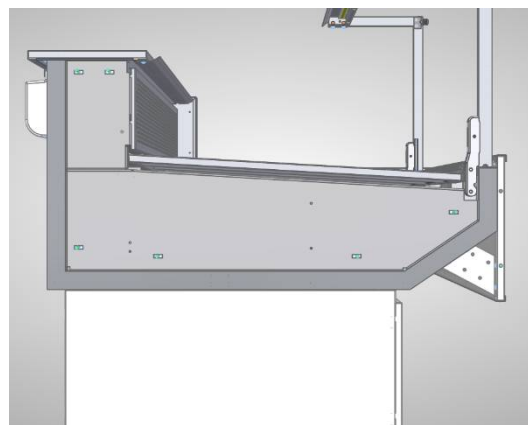

Рис.2
- Между собой витрины стягиваются через отверстия в боковых проставках с помощью болтов М6х35 (6 шт.), шайб увеличенных 6 (12 шт.) и гаек М6 (6 шт.) (рис.2).